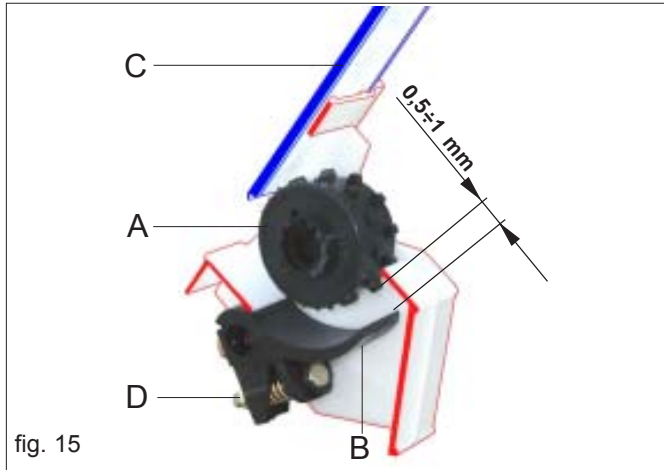
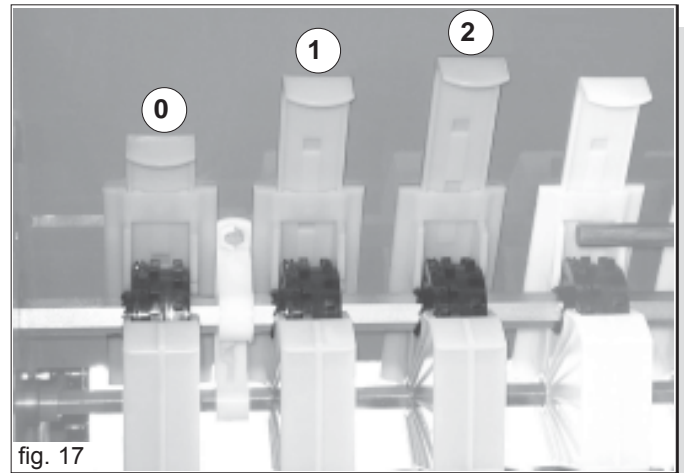

fig. 15
fig. 17
I tastatori (B Fig. 15) correttamente posizionati assicurano una distribuzione fluida e costante dei semi.
Per ottenere una distribuzione ottimale del seme verificare periodicamente la posizione dei tastatori (B): la leva (Fig. 15) in posizione 1, con il dado (D), regolare la distanza tra il tastatore e il rullo distributore (A) a $0,5 \pm 1$ mm (Fig. 15).
In base al tipo di semente è necessario prima di iniziare la semina scegliere il tipo di rullo distributore più adatto (A Fig. 15).
Le lamine di chiusura bocchette (C Fig.15) di uscita del seme dalla tramoggia, hanno **tre posizioni di regolazione** (Fig.17):
La profondità di semina viene regolata, contemporaneamente per tutti gli assolcatori, tramite una manovella (A, Fig. 17) che consente, se girata in senso antiorario, di esercitare per mezzo delle molle di trazione una maggiore pressione degli assolcatori sul terreno e quindi automaticamente una caduta più profonda del seme.